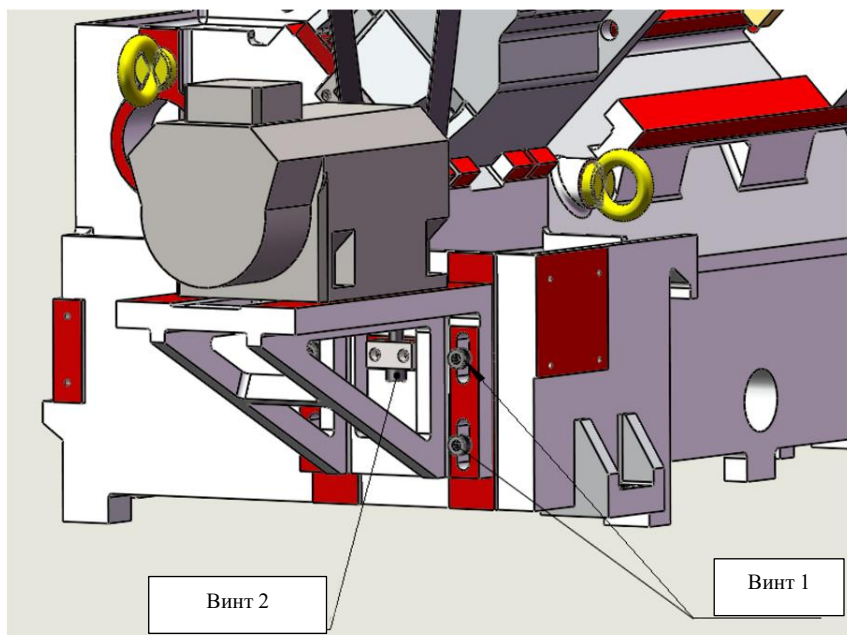

Рис. 5 Схема регулировки натяжения ремня на станке NEXUS 42M
Натяжение ремня на станке NEXUS 42M можно отрегулировать в соответствии с Рис. 5. Откройте левую защитную дверцу, открутите регулировочный винт (1), переместите установочную плиту мотора вперед или назад с помощью винта 2, чтобы обеспечить правильное натяжение. Проверить натяжение ремня можно следующим образом: ударьте по нему кулаком, при слабом натяжении звук будет глухим, а при правильном натяжении ремень будет вести выразительно и вибрировать. После завершения регулировки затяните винт. Переместите мотор в левую и в правую сторону, чтобы настроить параллельность шкива. Затем затяните все гайки.